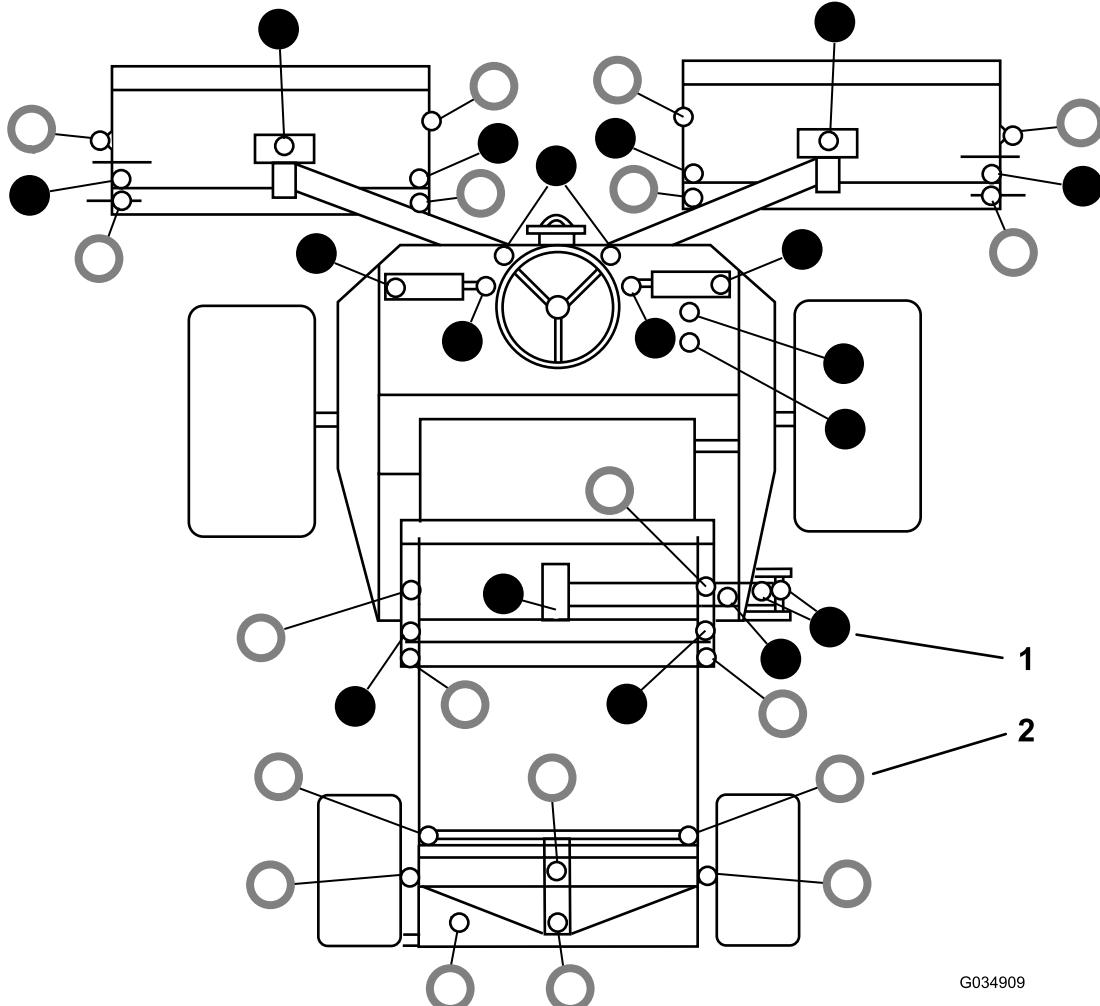

Figura 59
- Consulte en la Figura 59 la ubicación de los engrasadores.